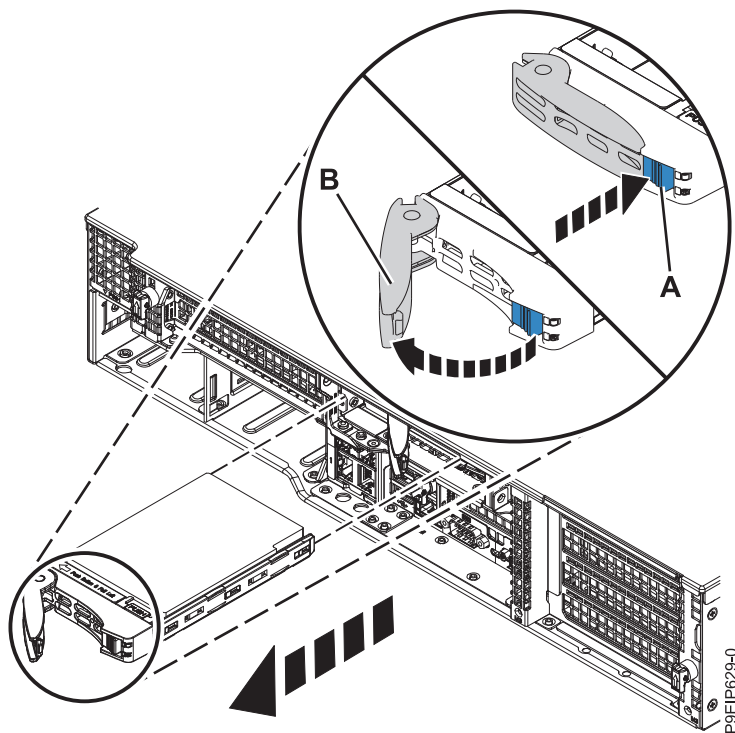

Figure 11. Retrait d'une unité arrière
3. Déverrouillez la poignée de la baie d'unité (**B**) en poussant le loquet de la poignée (**A**) comme indiqué dans la figure 11, à la page 15. La poignée (**B**) sort d'un coup sec. Si la poignée n'est pas complètement sortie, l'unité ne peut pas être retirée du système.